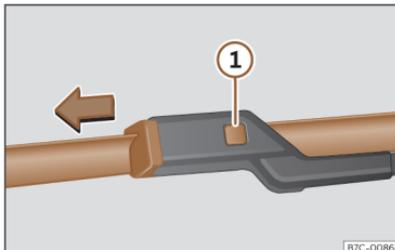

Abb. 204 Scheibenwischerblätter vorne auswechseln.
- Die Entriegelungstaste >>> (**Abb. 204**)  gedrückt halten und gleichzeitig das Scheibenwischerblatt vorsichtig in Pfeilrichtung abziehen.